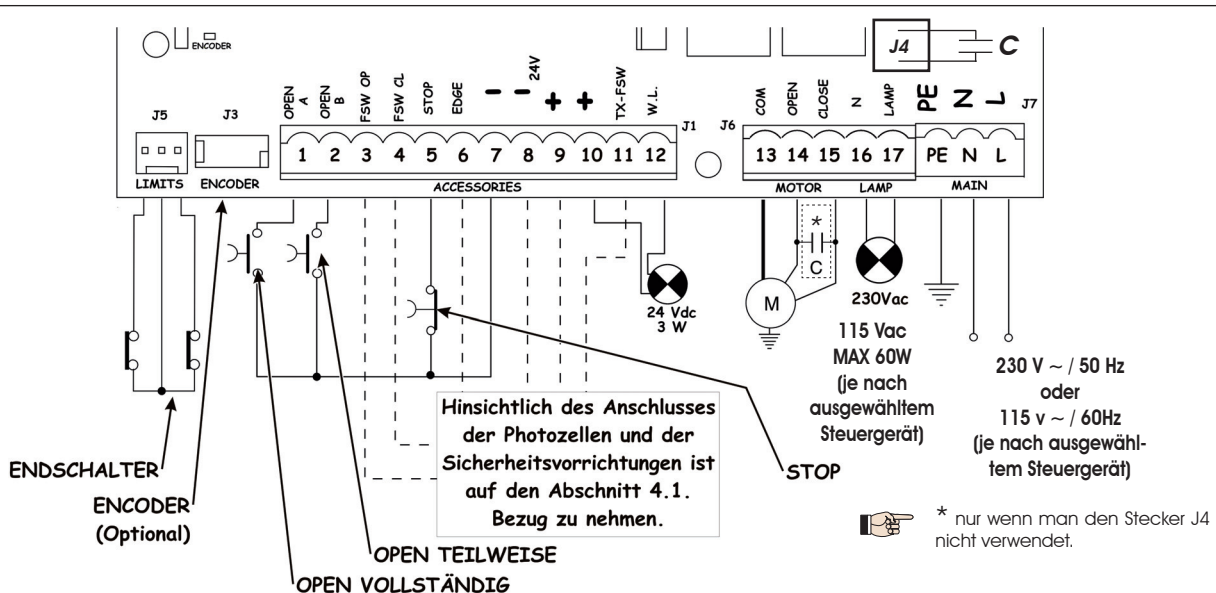

Abb. 2
4.2. Klemmenbrett J7 - Versorgung (Abb. 2)	Seite.44
4.3. Klemmenbrett J6 - Motoren und Blinkleuchte (Abb. 2)	Seite.44
4.4. Klemmenbrett J1 - Zusatzgeräte (Abb. 2)	Seite.44
4.6. Stecker J6 - Schnellanschluß Endschalter (Abb. 2)	Seite.45
4.7. Stecker J3 - Schnellanschluß Encoder (Abb. 2)	Seite.45
Das Erdungskabel ist an die entsprechende Klemme auf dem Stecker J7 des Geräts anzuschließen (siehe Abb. 2).
4.2. Klemmbrett J7 - Versorgung (Abb. 2)
4.3. Klemmbrett J6 - Motoren und Blinkleuchte (Abb. 2)
4.4. Klemmbrett J1 - Zusatzgeräte (Abb. 2)
4.6. Stecker J6 - Schnellanschluß Endschalter (Abb. 2)
Dieser Eingang dient dem Schnellanschluß der Endschalter im Öffnungs- und im Schließvorgang, die den Stopp des Flügels, den Beginn der Abbremsungen oder auch die Bremsung einleiten können (siehe detaillierte Programmierung Kap. 5.2.). Bei den Getriebemotoren, bei denen die Steuerzentrale eingebaut ist, ist dieser Anschluß bereits serienmäßig verkabelt (Abb. 2). Für die Öffnungsrichtung des Flügels siehe detaillierte Programmierung Kap. 5.2.
4.7. Stecker J3 - Schnellanschluß Encoder (Abb. 2)